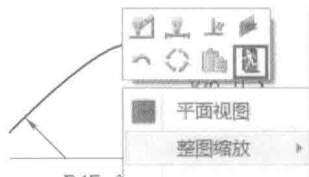

图 1-29 退出草图方式二
② 单击鼠标右键弹出右键快捷栏，单击“退出”图标，如图 1-29 所示。